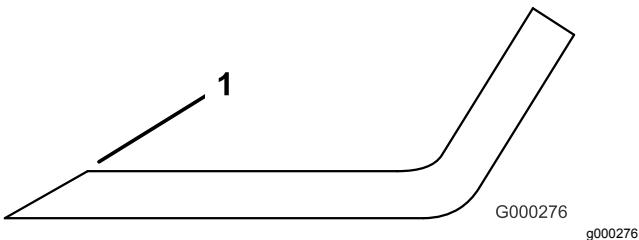

Bild 128
3. Prüfen Sie die Schnittkanten aller Messer und schärfen die Kanten, wenn sie stumpf sind oder Kerben haben (Bild 128).
- Hinweis:** Schärfen Sie nur die Oberseite der Schnittkante und behalten Sie den ursprünglichen Schnittwinkel bei, um die Schärfe des Messers zu gewährleisten (Bild 128). Das Schnittmesser bleibt ausgewuchtet, wenn von beiden Schnittkanten die gleiche Materialmenge entfernt wird.